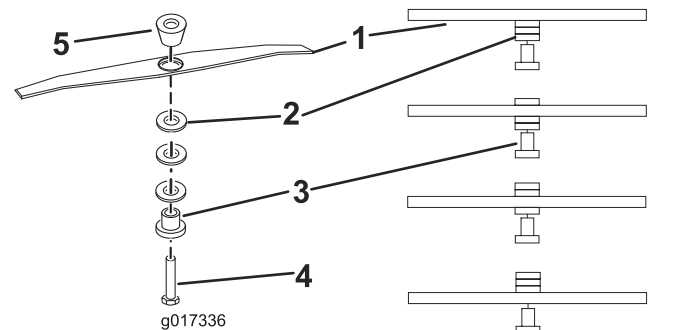

図 13
5. スペーサの位置を変えて、希望の刈高にし、カッティングユニットを **図 13** のように取り付ける。